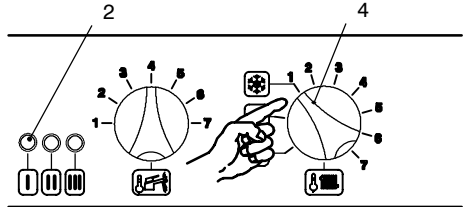

fig. 2.2
- 3 Ruotate il selettore 4 come in fig. 2.2; la lampada di segnalazione 2 lampeggia ad intermittenza circa ogni secondo.